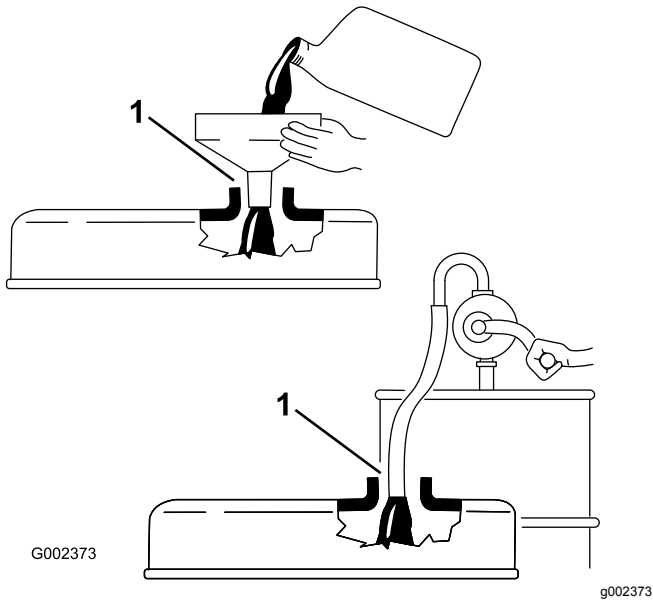

图43
**重要事项** 添加机油或注油时注油设备与气门室盖内的加油颈之间必须有空隙如图43所示。此空隙是注油时进行通风所必需的要求。